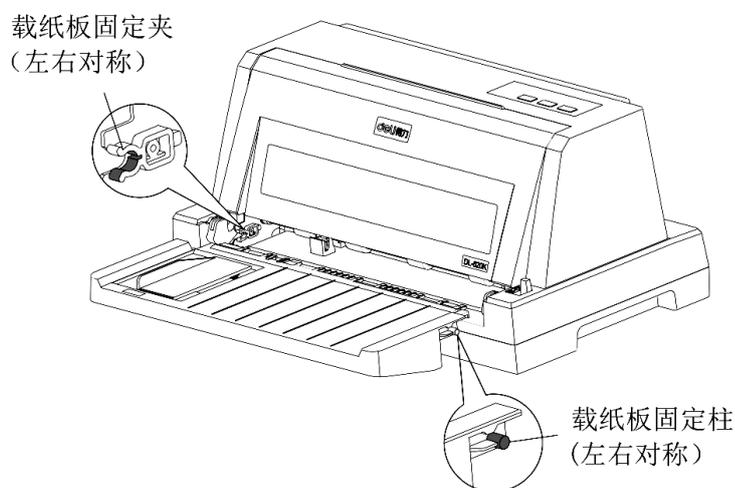

图 6
2) 按图6所示，平推载纸板，将载纸板固定柱插入打印机的载纸板固定夹内。